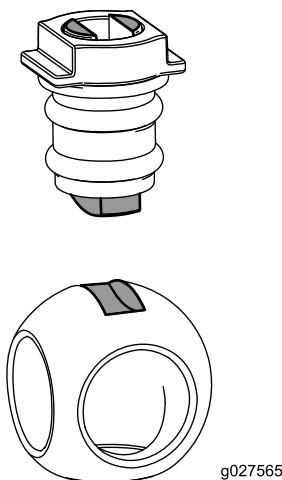

Figura 125
6. Inserte la bola en el cuerpo de la válvula (Figura 125).
**Nota:** El válvula debe encajar en la ranura de accionamiento de la bola. Si el válvula no encaja, ajuste la posición de la bola (Figura 125).